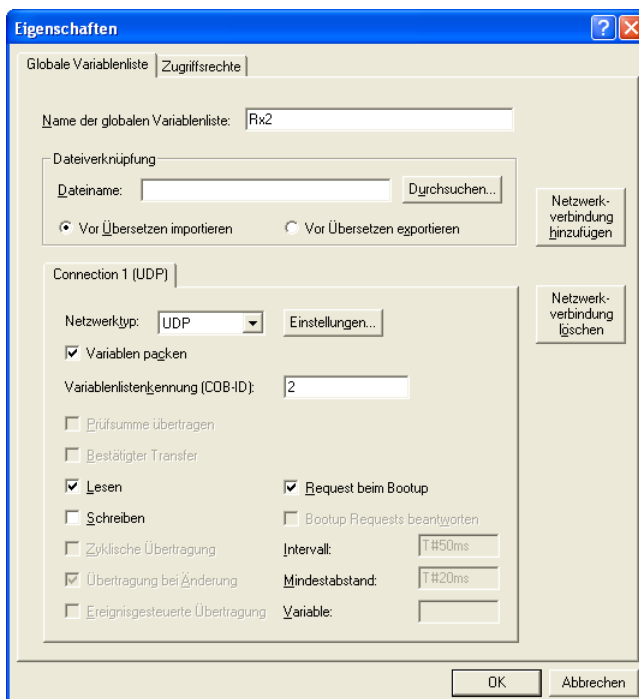

Abb. 6-5: Netzwerkvariablen, Empfangsliste
- Falls es sich um eine Empfangsliste handelt, aktivieren Sie das Kästchen *Lesen* und tragen Sie die eindeutige Variablenlistenkennung der zugehörigen Sendeliste ein. Nehmen Sie die weiteren Einstellungen gemäß Abb. 6-5 vor. Stellen Sie außerdem sicher, dass die Liste des Senders die gleiche Kennung und die gleichen Variablen in der gleichen Reihenfolge enthält.